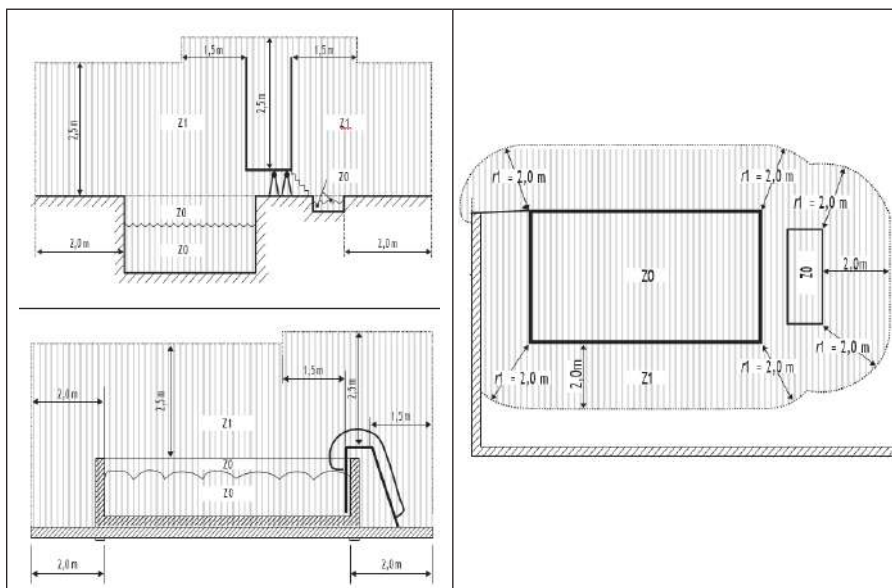

ABBILDUNG 1 - INSTALLATIONSBEREICHE
- Die Pumpe darf nicht in Zone 0 und Zone 1 installiert werden. Diagramme sehen Sie in Abbildung 1 – Installationsbereiche.
Vor Beginn überprüfen, ob alle in Abbildung 1 dargestellten Teile vorhanden sind.